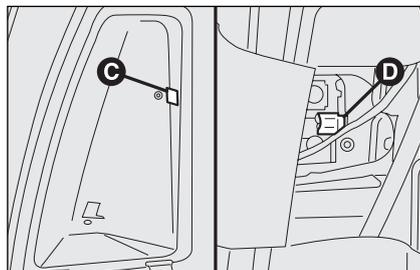

fig. 37
- impugnare la linguetta **C-fig. 37** ed aprire il relativo sportello accessibilità gruppo ottico posteriore;